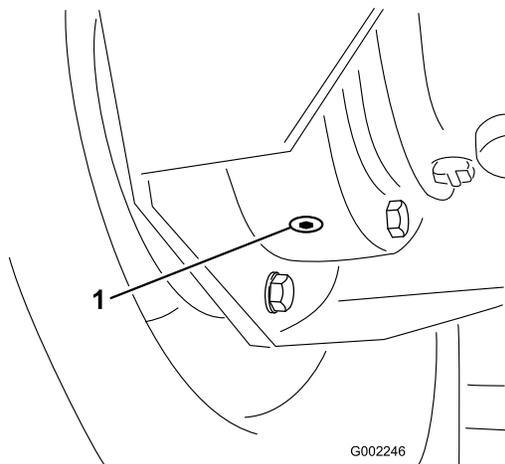

Figura 81
4. Coloque un recipiente de vaciado debajo del tapón de vaciado interior y retire el tapón (Figura 81).